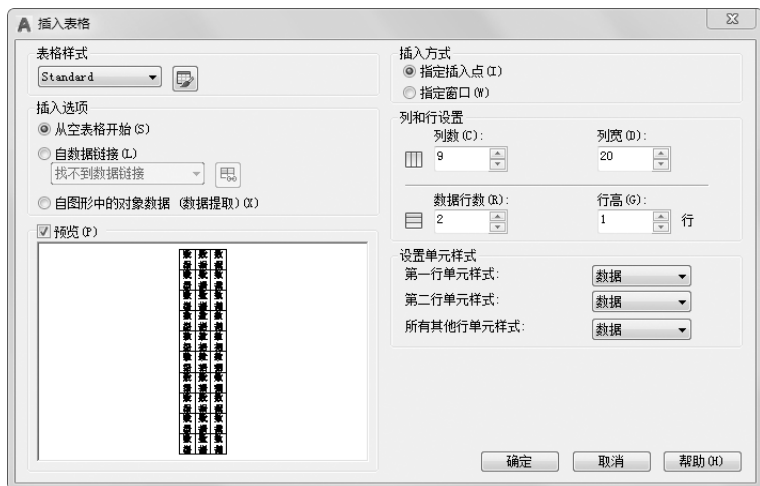

图 8-61 “插入表格”对话框
(3) 系统回到“表格样式”对话框，单击“关闭”按钮退出。
(4) 单击“默认”选项卡“注释”面板中的“表格”按钮，系统打开“插入表格”对话框。在“列和行设置”选项组中将“列数”设置为“9”，将“列宽”设置为“20”，将“数据行数”设置为“2”（加上标题行和表头行共4行），将“行高”设置为“1行”（即为10）；在“设置单元样式”选项组中将“第一行单元样式”“第二行单元样式”和“所有其他行单元样式”都设置为“数据”，如图8-61所示。